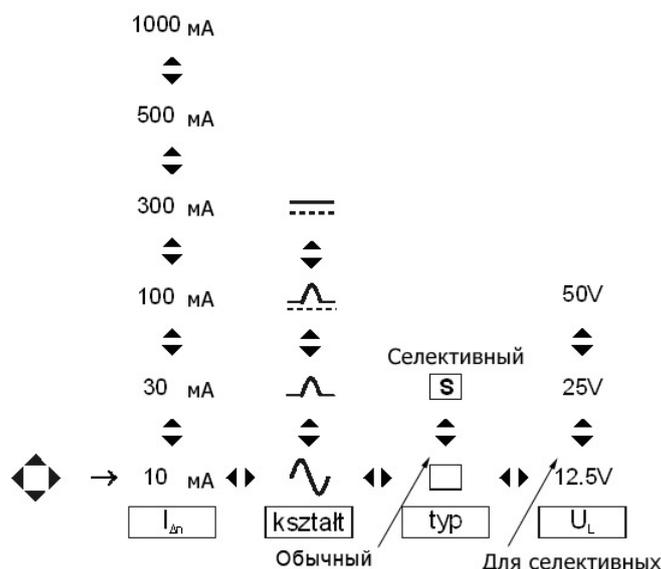

Рис.22. Выставление параметров в режиме AUTO
- выставить параметры замера согласно алгоритму, приведенному на Рис.22;